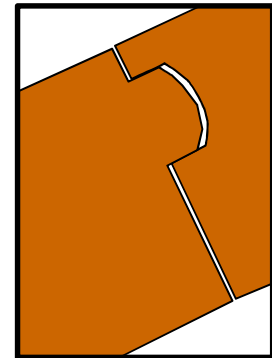

Figure 2 : Languette excentrée (100 à 200 mm) vers la face supérieure
- Pour les épaisseurs à profil excentré (100 à 200 mm), ce dernier doit toujours être posé du côté extérieur de la toiture (cf. figure 2),